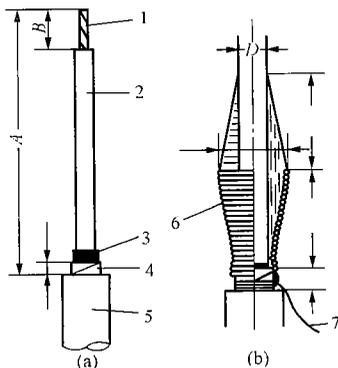

图 E-50
**Je4E2035** 如图 E-50 所示，标出 WTC-515 型 35kV 交联聚乙烯电缆终端头结构：(a) 电缆剥切尺寸；(b) 应力锥尺寸。